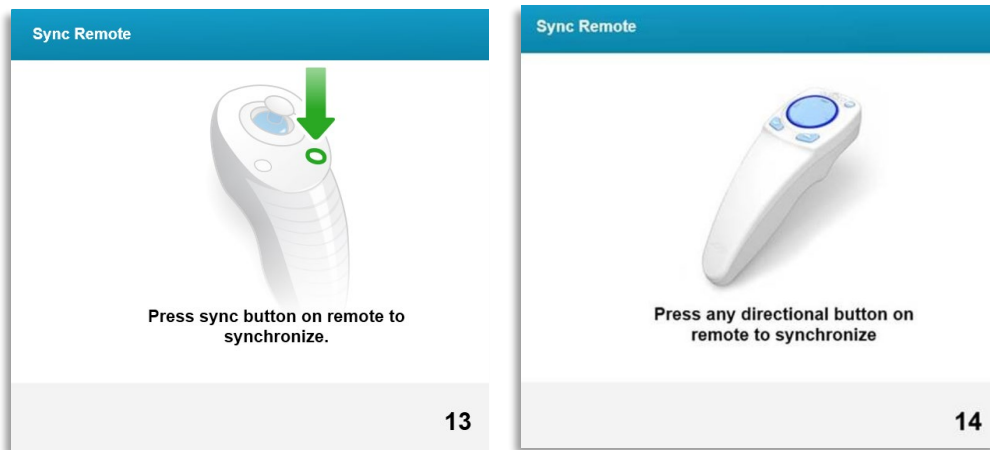

Figura 3-16. Sincronizar mando
- o Si el usuario tiene la tarjeta de tratamiento introducida en la ranura mientras programa parámetros de tratamiento que están fuera los valores permitidos controlados por la tarjeta RFID, aparecerá el siguiente mensaje y no se podrá seleccionar "Realizar tratamiento" (Perform treatment), tal como se muestra en la figura 3-16.
- o El mensaje "Sincronizar mando de alineación" (Sync alignment remote) se mostrará en pantalla durante 15 segundos, tal como se muestra en la figura 3-16.